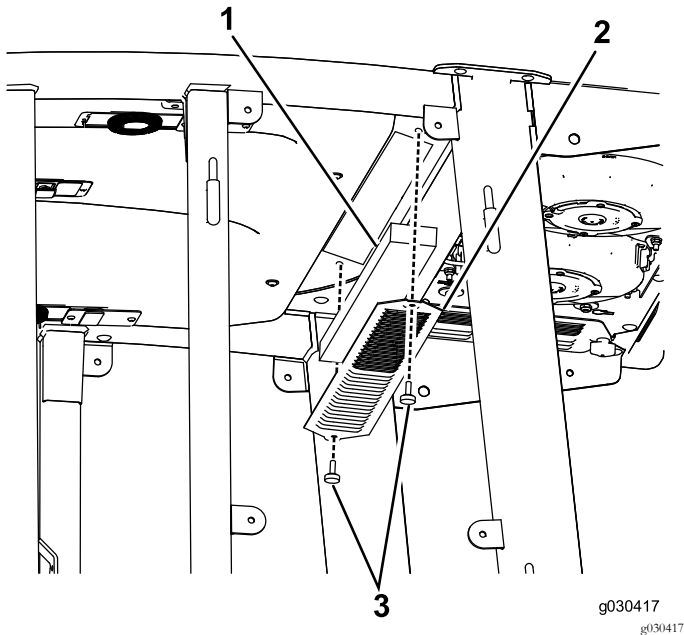

Bild 59
1. Nehmen Sie die Daumenschrauben und Gitter vom internen Kabinenfilter und den hinteren Kabinenfiltern ab (Bild 59).